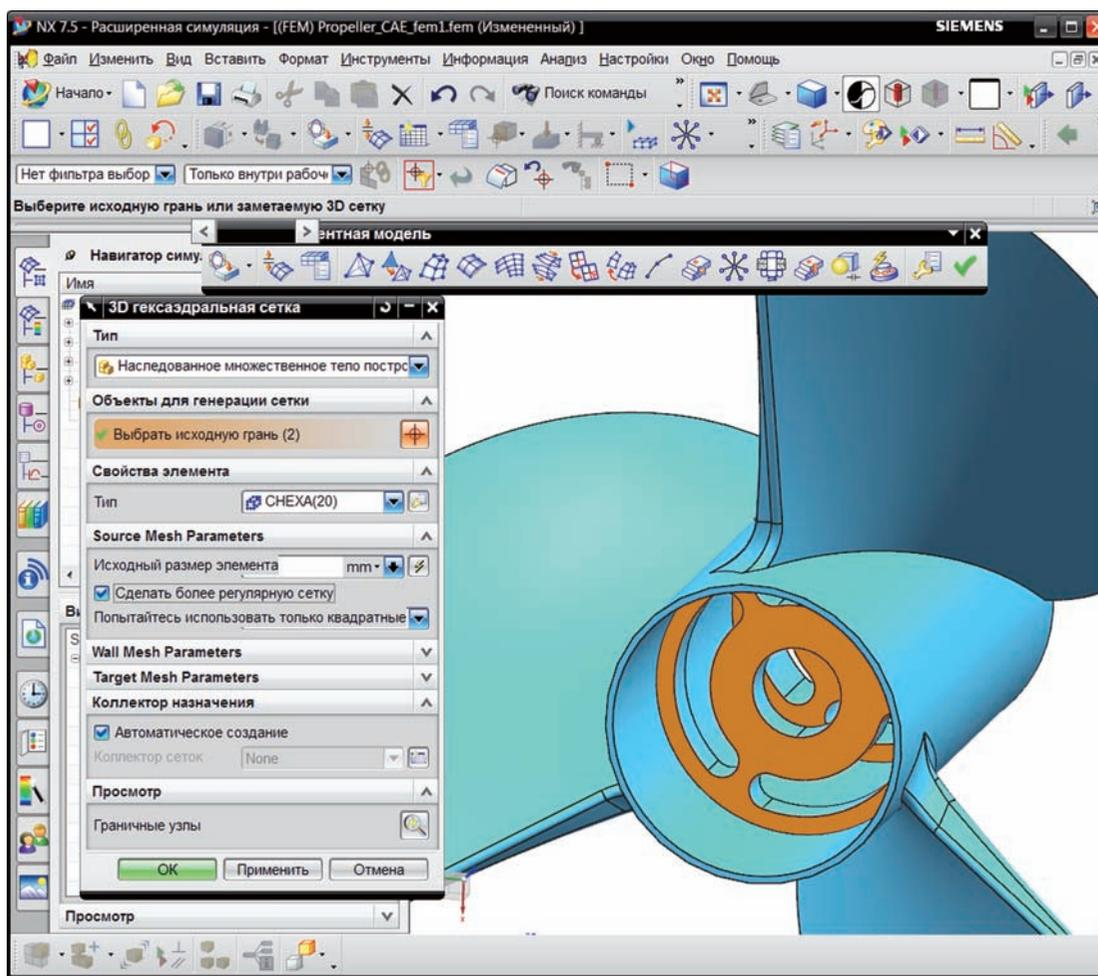

Рисунок 8.23
3.3. Выполните команду **3D гексаэдральная сетка (3D Swept Mesh)** (панель инструментов **Конечно-элементная модель (Finite Element Model)**), укажите (рис. 8.23):